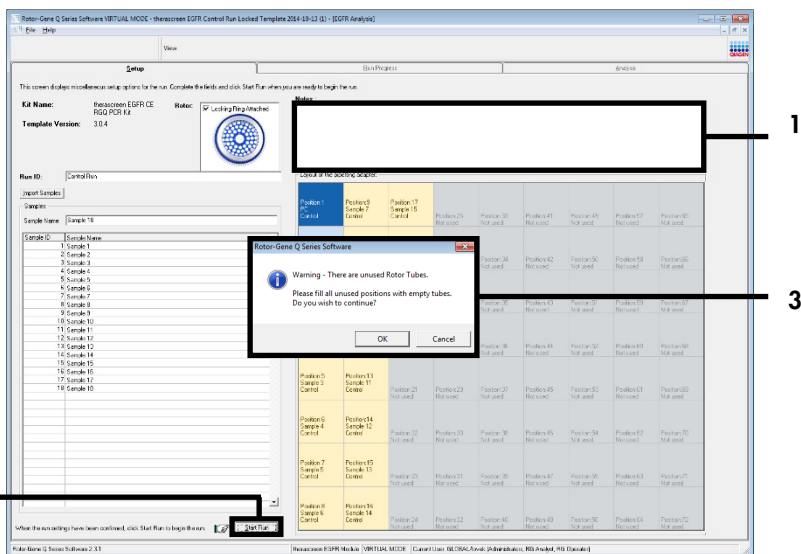

Figure 5. Champ « Notes » (1), bouton « Start Run » (Démarrer le cycle) (2) et Warning (Avertissement) concernant les positions de rotor inutilisées (3).
16. Une fois tous les noms d'échantillons saisis, vérifier qu'ils sont corrects. Ajouter toute information complémentaire dans le champ Notes si nécessaire et cliquer sur Start Run (Démarrer le cycle) (figure 5).
Remarque : si une position de rotor est inutilisée, un Warning (Avertissement) s'affiche (figure 5) pour rappeler à l'utilisateur que toutes les positions inutilisées du rotor doivent être occupées par des tubes vides fermés. Vérifier que toutes les positions inutilisées du rotor sont occupées par des tubes vides fermés et cliquer sur OK pour continuer. La fenêtre « Save As » (Enregistrer sous) s'ouvre.